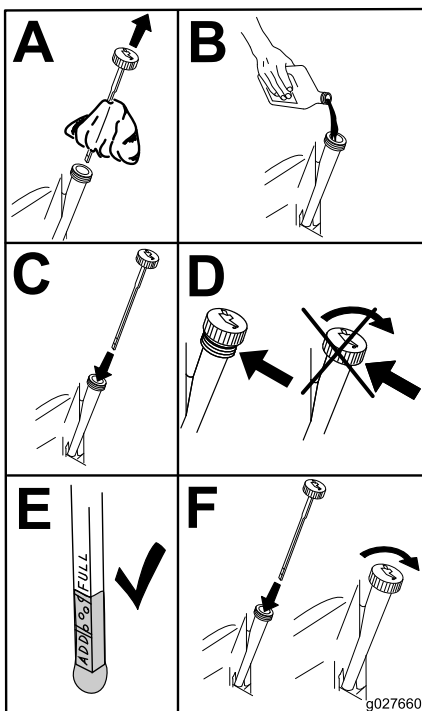

Figura 48
5. Vierta lentamente un 80% aproximadamente del aceite especificado por el tubo de llenado, luego añada lentamente el resto del aceite hasta que llegue a la marca **Lleno** (Figura 48).